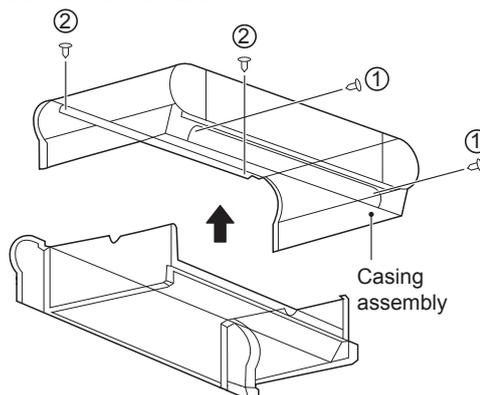

Figura 5-17 Desmontaje de la carcasa
Como se muestra en la Figura 5-17, quite los tornillos ① *2 y ② *2, y después la carcasa.